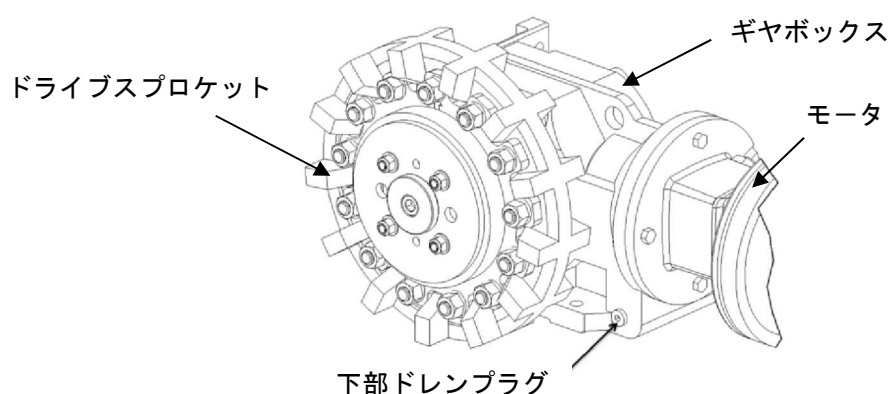

図 39. 下部ドレンプラグの位置（モデル#2）
5. 左側のギヤボックスのオイルを抜く。初めに廃油容器をドライブsprocket側にある下部ドレンプラグの下に置き、下部ドレンプラグを外すとオイルが流れ出る。(図39参照)